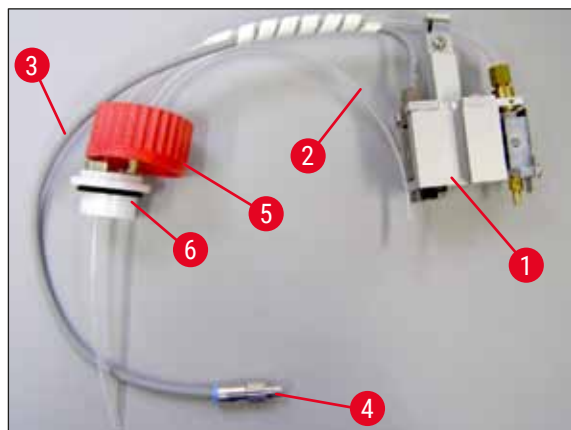

Fig. 10
1. Scoateți grupul dispenser (→ Fig. 10) din ambalaj.